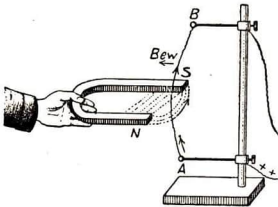
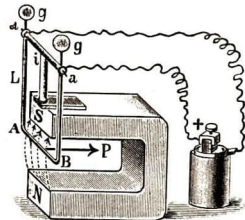

Abb. 360. Bewegung des Stromes
Abb. 361. Der Leiter L bewegt sich
**3. Weitere einfache Versuche** zeigen Abb. 360 und Abb. 361 an. Erkläre diese!
a) Abb. 360 zeigt eine Schülerübung mit einem Lamettfadens. Gib gemäß Korkzieherregel den Verlauf der Kraftlinien des Stromes in AB an! Auf welcher
Seite tritt in Abb. 360 die Verdichtung ein? Ist also der Bewegungspfeil richtig eingezeichnet?
b) Abb. 361 zeigt, wie man einen U-förmig gebogenen, in Ösen endigenden Kupferdraht  $L$  bequem zwischen den Polen eines Magnets aufhängt. Der Strom läuft von  $B$  gegen  $A$ . Korkzieherregel? Verdichtung wo? Ist der Bewegungspfeil richtig eingesetzt?